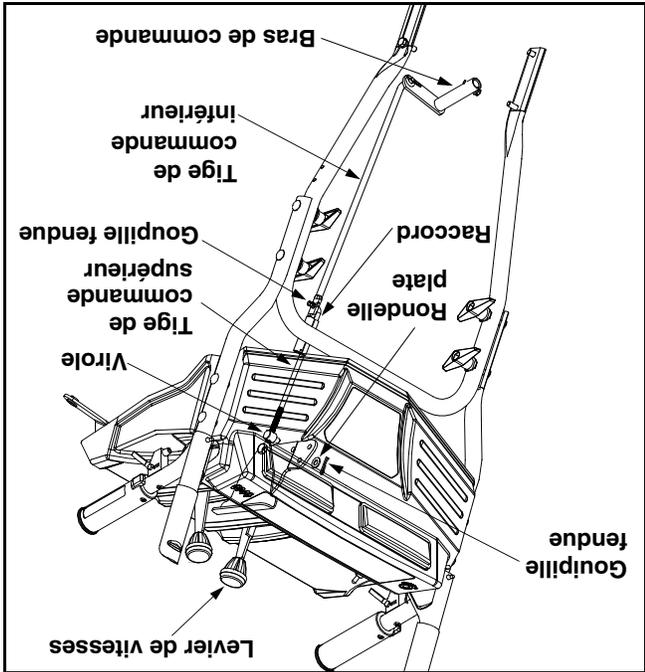

Figure 12
- Retirez la goupille fendue et la rondelle plate du levier de vitesses sous le panneau de bord. Voir la Figure 12.
- Filiez la virole sur la tige de commande selon le besoin, jusqu'à ce que la virole soit alignée avec le trou du haut du levier de vitesses. Voir la Figure 12.